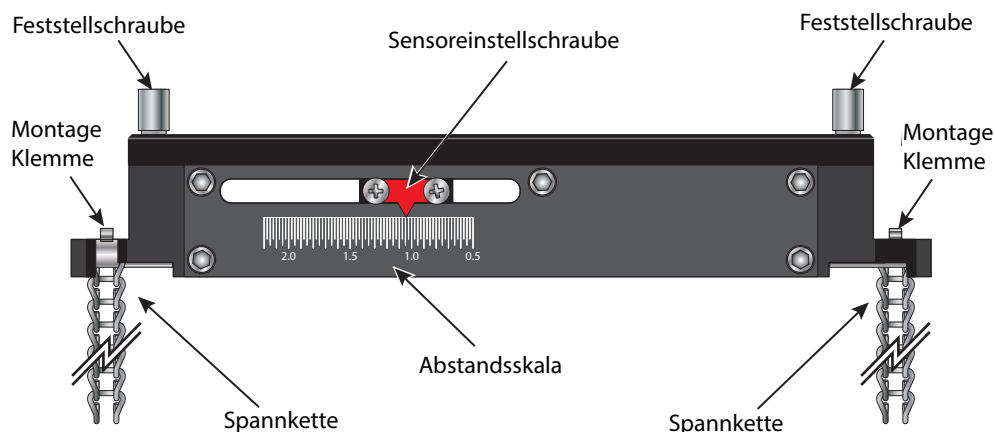

Abbildung 5: Sensor - Ansicht von oben
2. Lösen Sie die Rändelschrauben zur Positionseinstellung und schieben Sie den Sensor die Skala entlang, um den Abstand zwischen den Geräten einzustellen. Die Skala zeigt den Abstand in Zoll an. Siehe Abbildung 5.